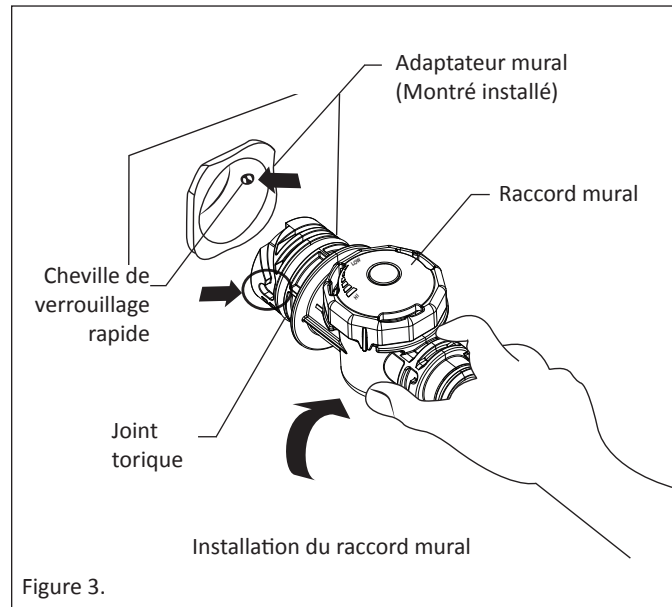

Figure 3.
4. Insérez l'adaptateur mural dans la conduite de retour filetée NPT de 1-1/2 po (38 mm). Serrez à la main. **Voir la Fig. 3.**
5. Alignez le raccord mural avec la cheville de verrouillage rapide à l'intérieur de l'adaptateur mural. Tournez de ¼ de tour dans le sens horaire pour verrouiller le raccord mural. **Tirez légèrement vers l'extérieur afin d'assurer un bon alignement pour engager les chevilles de verrouillage rapide.** Voir la Fig. 3.